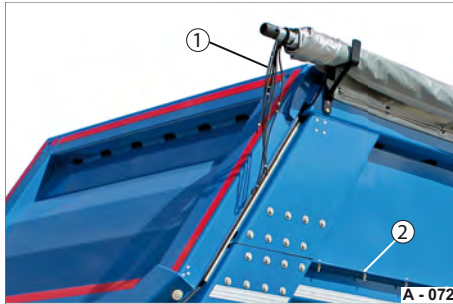

Abb. 63 Rollverdeck hinten entsichert
- ▶ Hängen Sie die Gummiseile (Abb. 63/1) am Heck des Anhängers aus den Verschraubungen (Abb. 63/2) der Mulde vorsichtig aus.